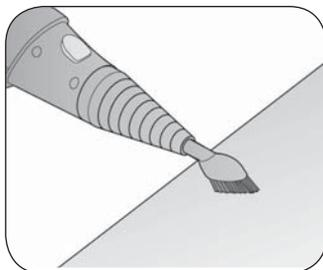

Fig. 5
Escovinha redonda (3) (Fig. 5)